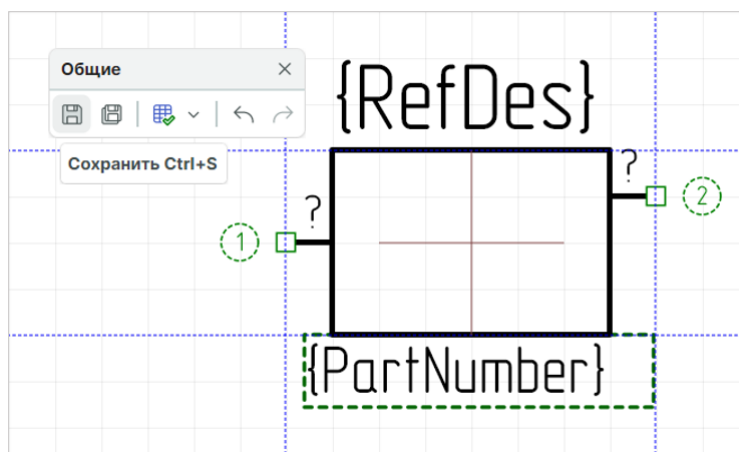

Рис. 188 Создание и сохранение УГО для базового типа представления (при повороте на 0°)
1. Создайте графику УГО, разместите выводы, заполните всю необходимую информацию по атрибутам и стилю их отображения, нажмите «Сохранить» на панели инструментов «Общие», Рис. 188.